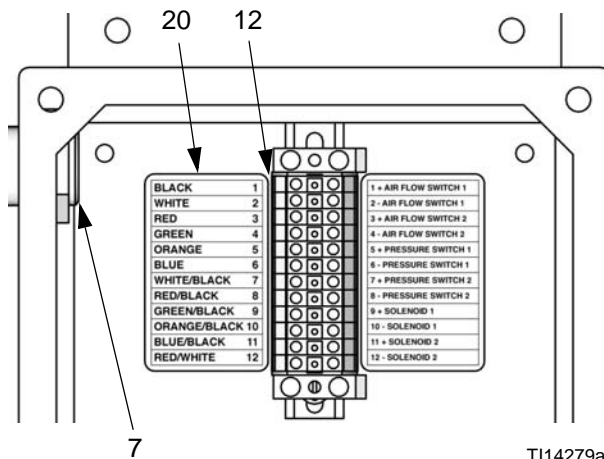

図2。ケーブルを端子ストリップに接続して下さい。
2. ケーブル（23）には両端に裸線があります。ストレインリリーフブッシング（7）経由で最短端（4インチ [102ミリ]）を通して下さい。図2を参照してください。
3. ラベル（20）に示されるように、端ストリップ（12）の左側にケーブル・ワイヤを接続して下さい。図2および表1を参照してください。